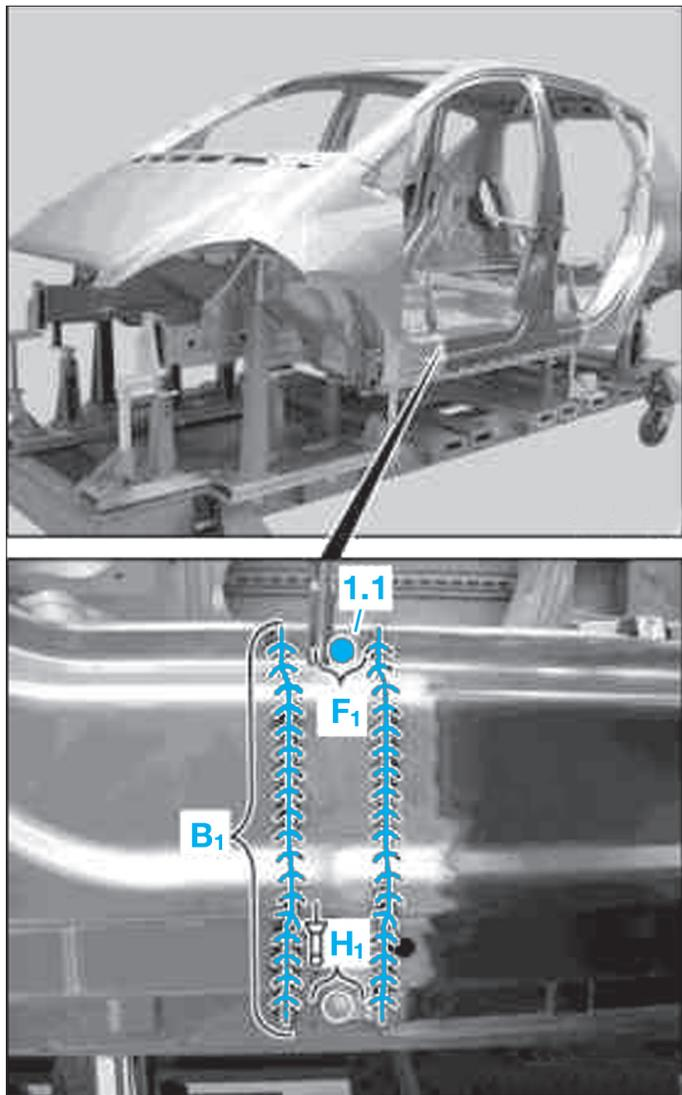

FIG. 81
- Si le plancher principal est remplacé (Fig.81) :